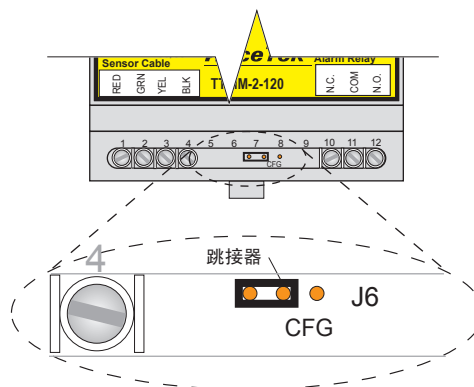

图7b. 配置跳接器设为常规操作
- 如图7b所示，将配置跳接器置于在常规操作位置，或者完全予以卸除（常规操作不需要跳接器）。